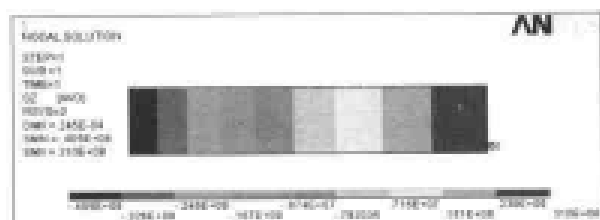

图 13-25 周向应力场分布等值线图
(4) 选择 Main Menu | General Postproc | Plot Result | Contour Plot | Nodal Solu 命令, 出现 Contour Nodal Solution Data 对话框, 选择 Nodal Solution | Stress | Z-Component of stress 选项, 单击 OK 按钮, ANSYS 窗口显示周向应力场分布等值线图, 如图 13-25 所示。